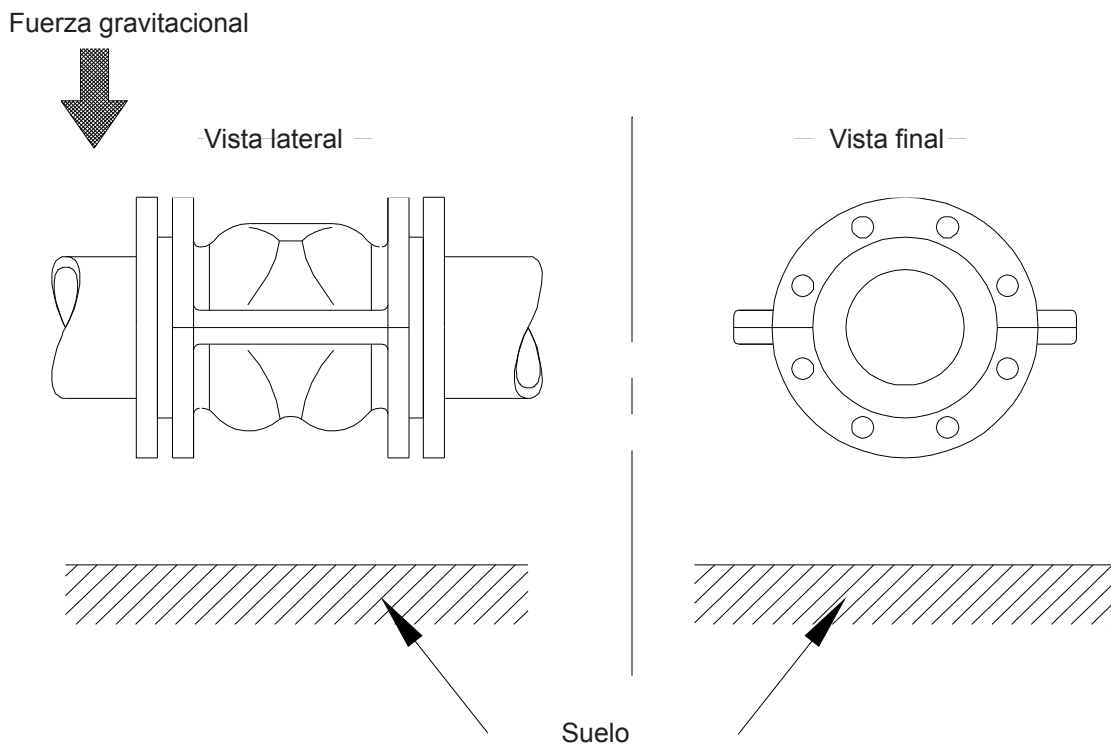

Ilustración 2-2: Centrado durante el montaje en una tubería horizontal
- 3) A la hora de montar una conducción de tubería horizontal, debe garantizarse que la válvula se coloque con la separación en forma horizontal. Sin embargo, en una tubería vertical la válvula RVA puede montarse en cualquier posición (véase ilustración 2-2) y el medio de bombeado fluirá perfectamente por la válvula.